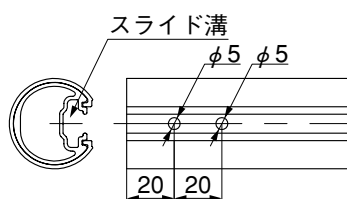

図2-2
- 図2-2を参照して ϕ 38手すりビームに孔をあけてください。